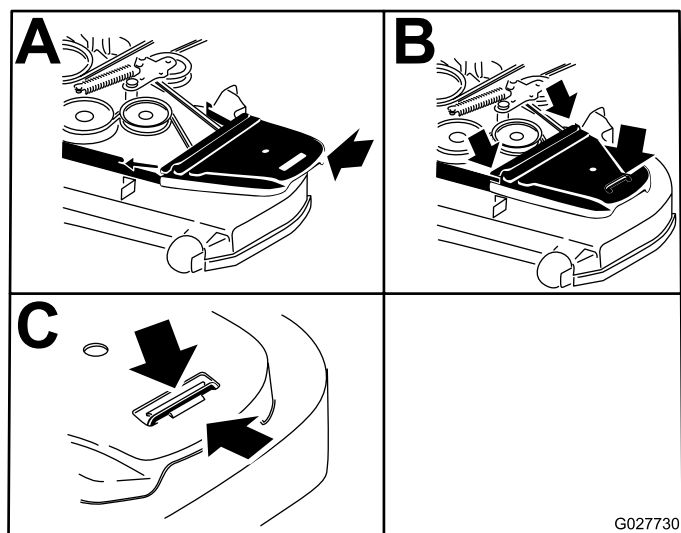

Figuur 61
6. Verwijder de spanpoelieveer van de maaidekhaak met een veerverwijderaar (Toro onderdeelnummer 92-5771) om de spanning op de spanpoelie te verwijderen (Figuur 61).
8. Leg de nieuwe riem rond de maaipoelies (Figuur 61).
9. Monteer de spanpoelieveer op de maaidekstang (Figuur 61).